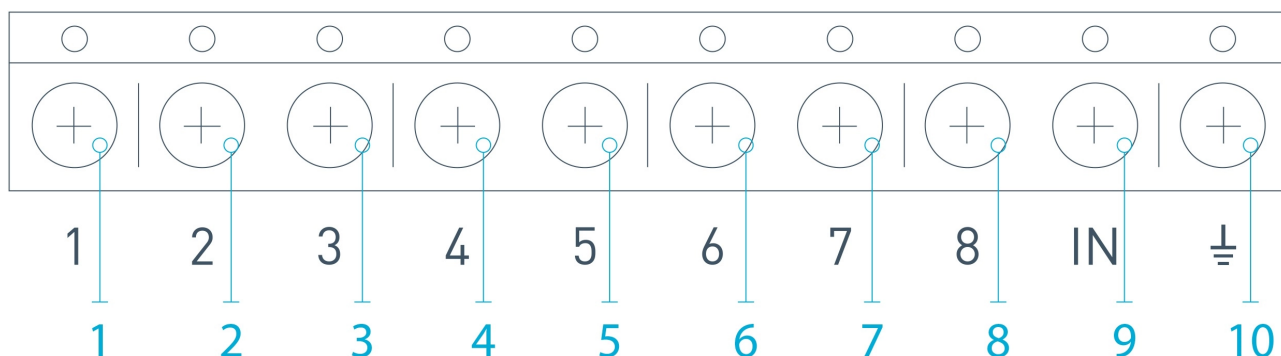

Imagen 17. Salidas principales y entrada «IN» del receptor
3. Las salidas con los números 1–8 (Imagen 17) corresponden a 8 zonas de alarma nominal principales.